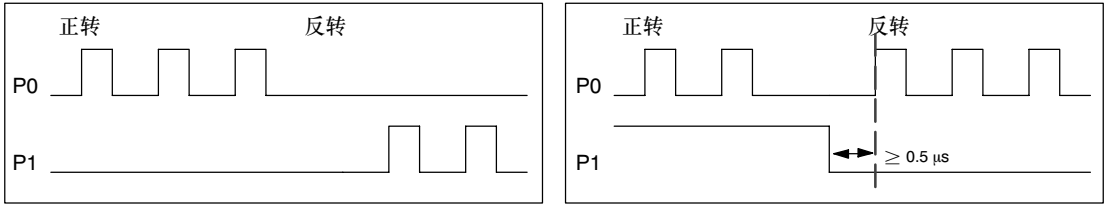

图9-11 正极性的转向选项
- ☐ 使用Pulse and Directional Outputs标签页可用来选择输出极性和方向控制方式。对于极性和方向控制方式设置的作用，见图9-11和9-12。